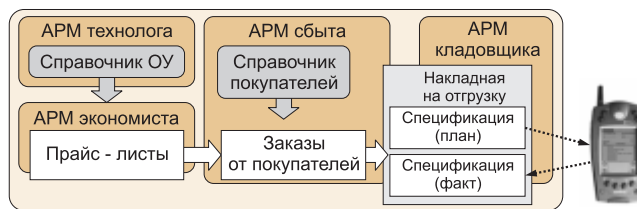

Рис. 6
2. Отгрузка готовой продукции по заказам покупателей с помощью мобильного терминала Symbol (рис. 6). (Лысьвенский металлургический завод – производство эмалированной посуды).